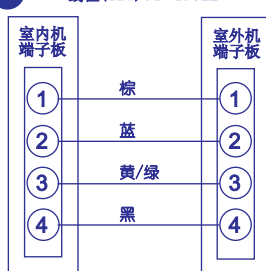

图12
- 将室内机连接管道接头处的螺帽取下，对准连接管喇叭口中心(锥头加冷冻油)，先用手拧紧锥形螺母，后用扳手拧紧(图12、13、14)。